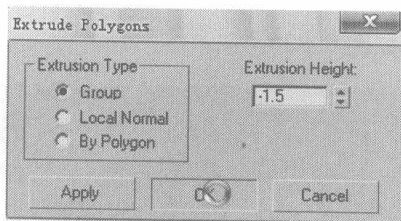

图 6.94
- 02 不要取消对面的选择，在 Edit Geometry 卷展栏中单击 **Make Planar** 按钮，将面平面化，在 Edit Polygons 卷展栏中单击 **Extrude** 右侧的小按钮，在弹出的对话框中设置挤压参数，如图 6.94 所示。